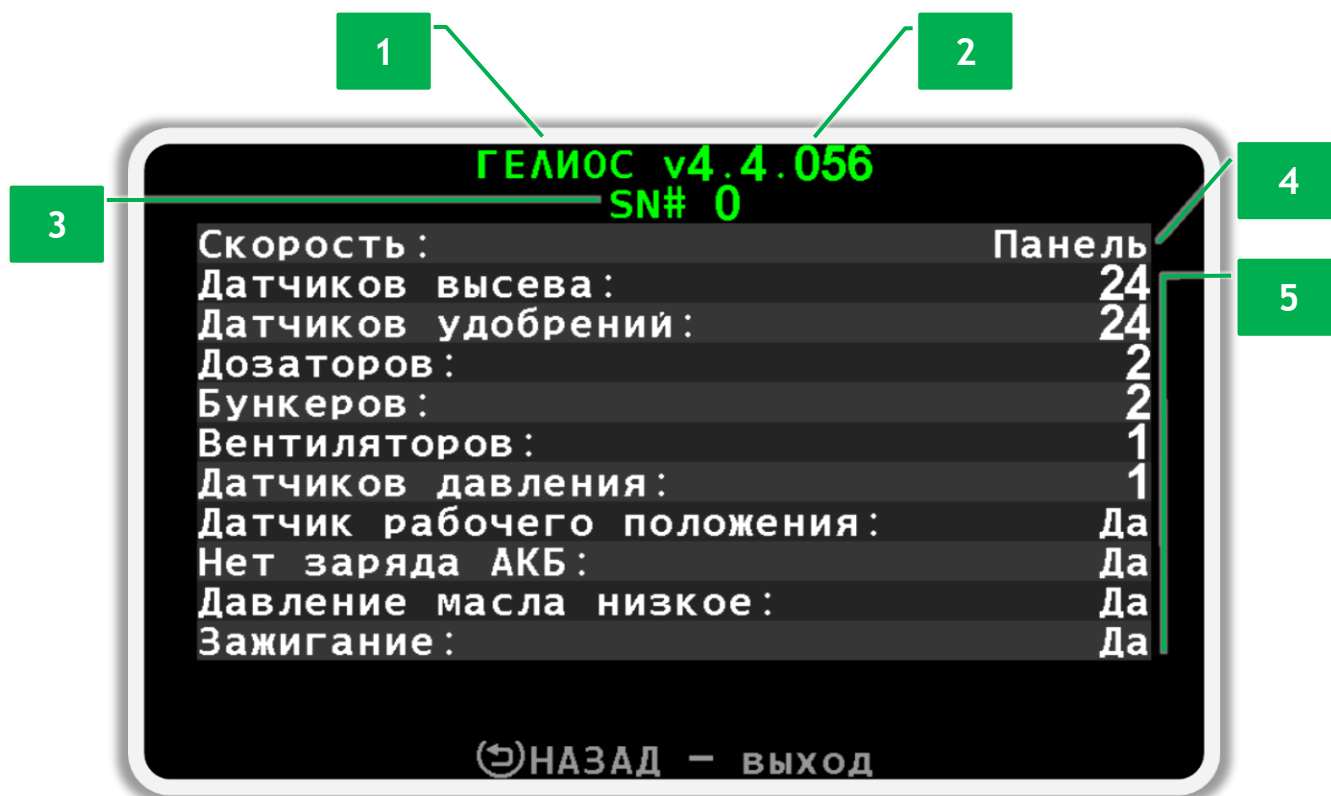

Рисунок 18 Экран просмотра профиля
3. Теперь отпустите нажатую кнопку и ознакомьтесь с настройками профиля. Внешний вид и пример содержимого экрана изображен на Рисунок 18.